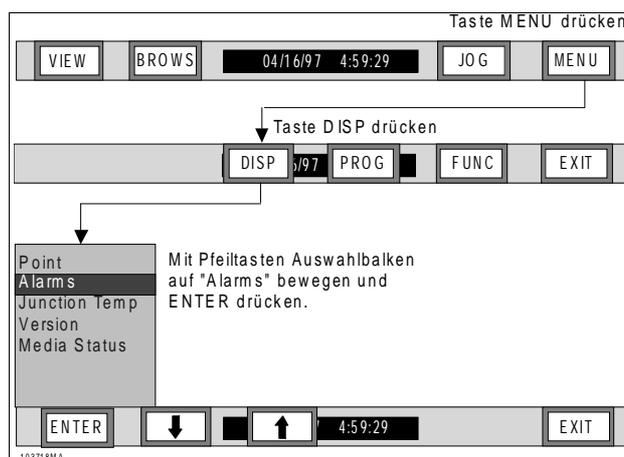

Bild 3-25 Ablaufdiagramm Alarme ausgeben
B. Alarme - Um in der Statuszeile einen Alarmzustand anzuzeigen, führen Sie folgende Schritte durch (siehe Bild 3-25):